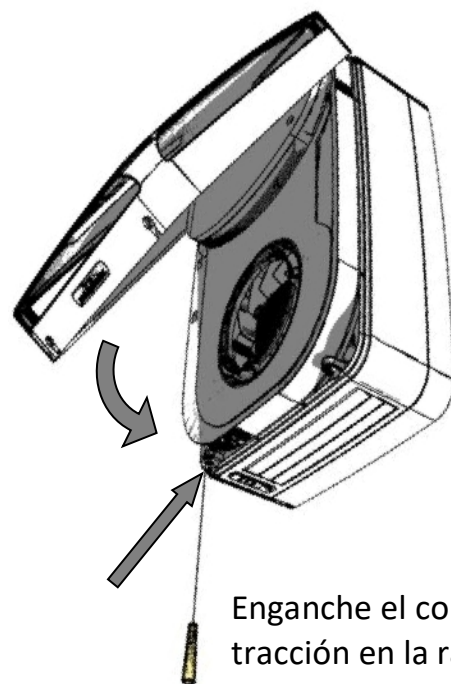

Fig.16
14. La unidad Tempra también está equipada con un "ajuste manual de verano", que permite que la unidad esté configurada solo para extracción, ayudando a evitar que la vivienda se vuelva demasiado cálida en condiciones de calor en verano. Cuando se instale por primera vez, este obturador/ventilación debe permanecer abierto (fig. 16). Para activar el ajuste de verano, debe cerrarse.